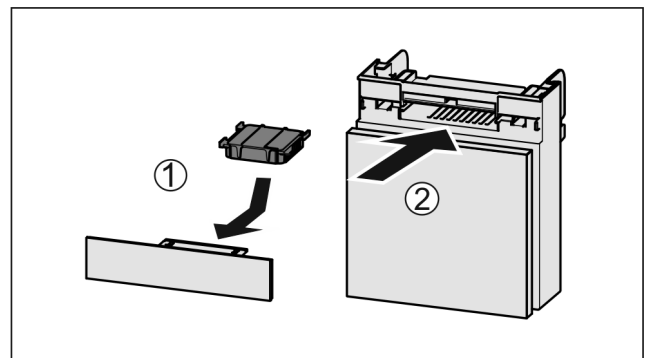

Fig. 120
- ▶ Вставити фільтр з активованого вугілля за малюнком Fig. 120 (1).
- ▶ Вставити відділення Fig. 120 (2).